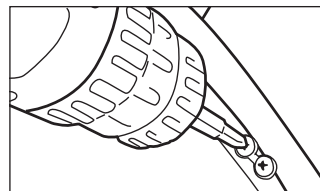

Figure 1
- Retirez les deux vis de chaque côté qui maintiennent la mentonnière en place. Conservez tout le matériel retiré pour le remonter après l'installation du système TrakLite (figures 1 et 2).